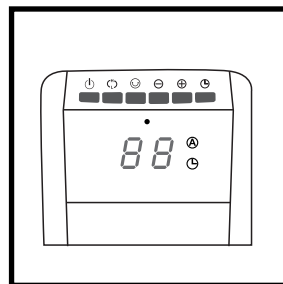

Figura 2
(Figura 2)
- Cuando el calentador se enchufa inicialmente, se escuchará un pitido y la **Luz de Encendido** se encenderá indicando que hay energía en la unidad. La **Luz de Encendido** permanecerá encendida hasta que el calentador se desenchufe del tomacorriente. **(Figura 2)**